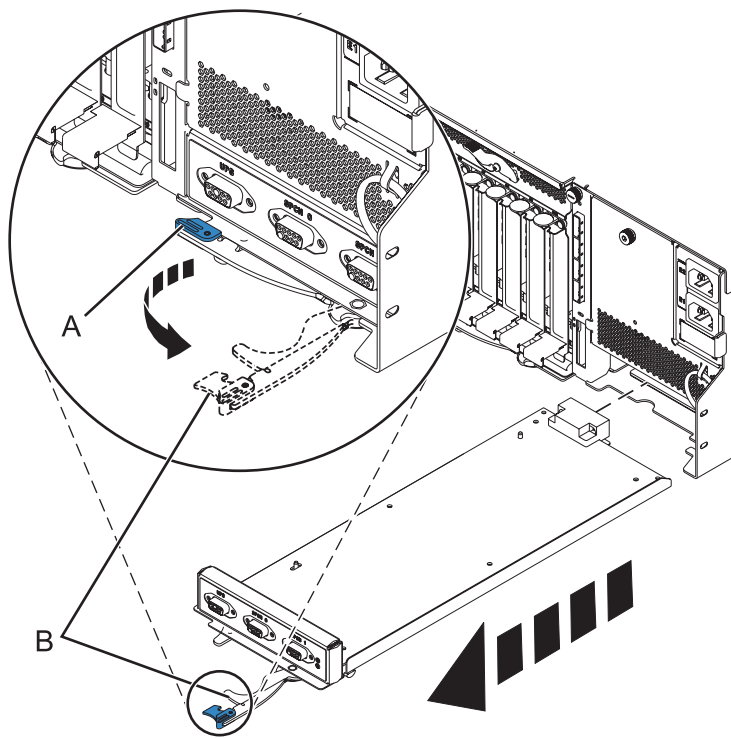

Figure 69. Retirer le contrôleur de gestion du boîtier
- b. Pincez le loquet (A) pour déverrouiller le levier (B). Pour plus d'informations, voir figure 69, à la page 90.